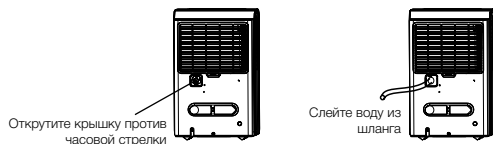

Рис. 6.
- Снимите крышку с заднего сливного отверстия устройства и отложите в сторону, затем вставьте в отверстие сливной шланги подведите его к дренажу или к подходящему сливному устройству (см. Рис. 6).